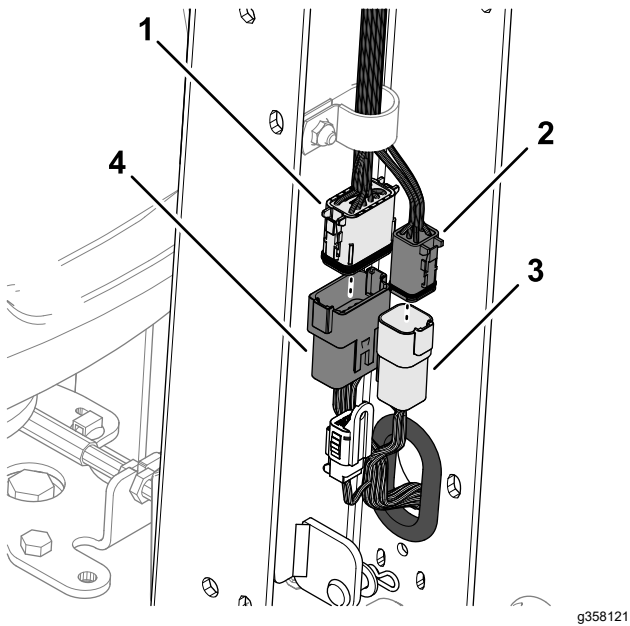

图 9
2. 将机器线束的 12 针接头插入手把线束的 12 插槽接头图 9。